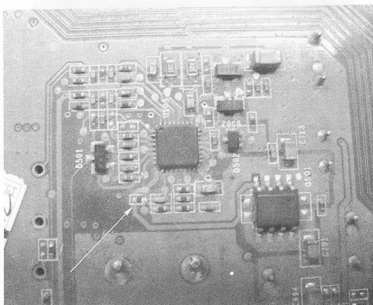

图 5-4 掉件
(3) 反面有一个电源管理芯片, 仔细一看, 其边上掉了一个元件, 如图 5-4 所示。